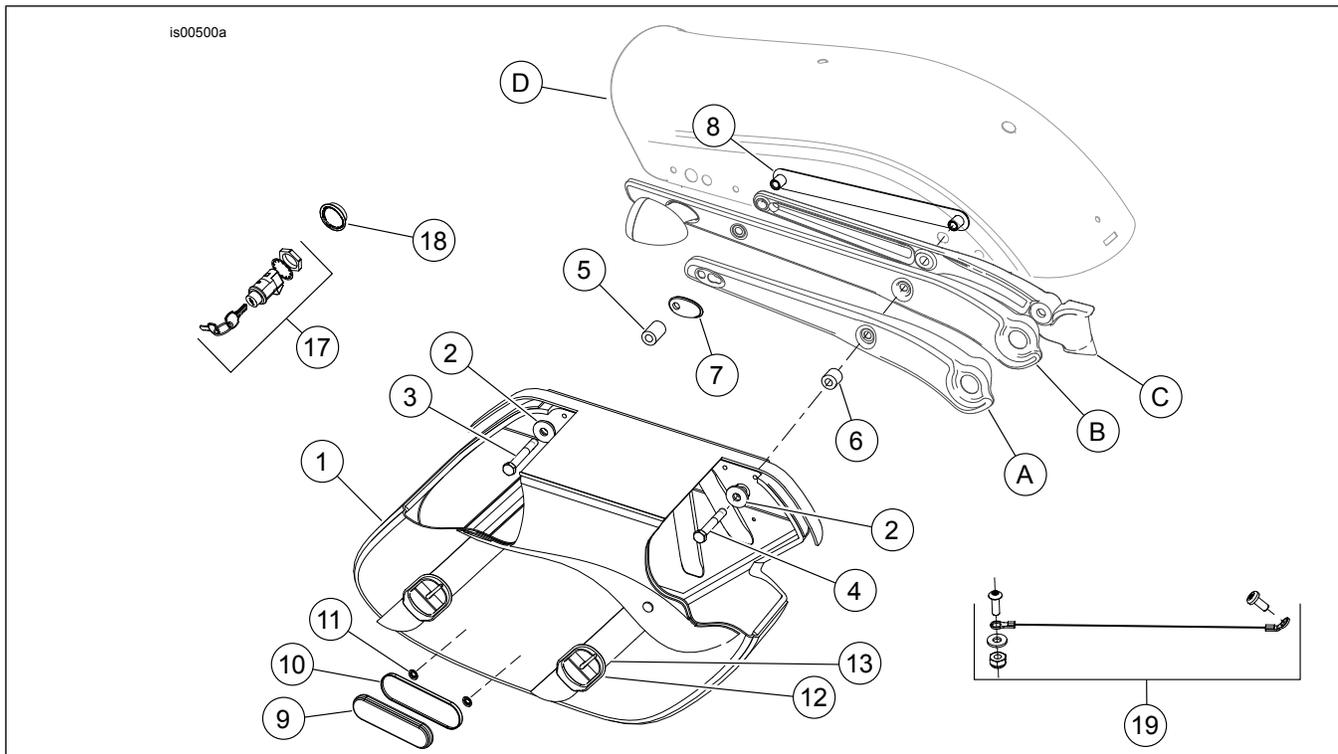

Figura 3. Peças de reposição para aplicações em modelos ano 2006 e posteriores (exceto FXDB)
Veja Figura 3 e Tabela 3.
5. **Todos os outros modelos:** Veja Figura 3 e Tabela 3. Instale o suporte do para-lama (8) do kit dentro do para-lama.
12. Para os FXDB ano 2009 e posteriores e FXDWG ano 2010 e posteriores descarte a tampa de recesso (7).